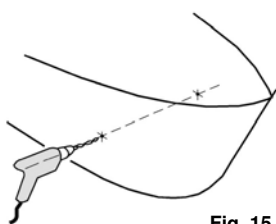

Fig. 15
- Trovata la posizione nella barca in accordo con le informazioni date nei paragrafi precedenti, praticare 2 fori nello scafo per individuare il centro del tunnel (Fig. 15).